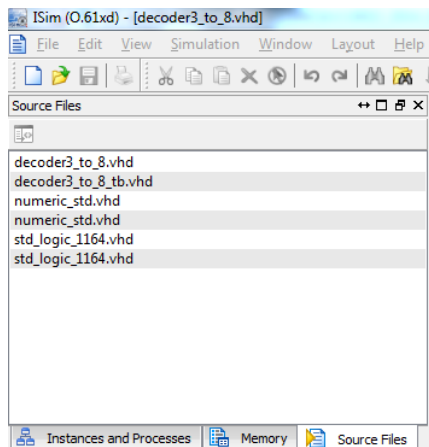

Figura 53.- Ventana de ficheros fuente.
- *Ventana Source Files*. Muestra el listado de todos los modelos en VHDL de un diseño (Figura 53).